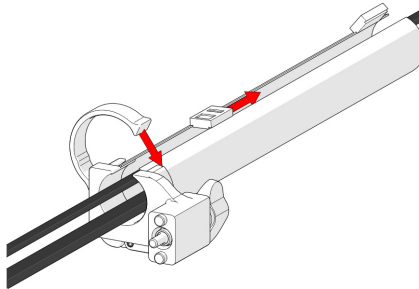

Abbildung 2-119 Reißverschluss zum Schließen
2. Legen Sie das Kabel in den Schlauch ein und schließen Sie dabei den Schlauch mit dem Reißverschluss (siehe Abbildung 2-119 auf Seite 124).